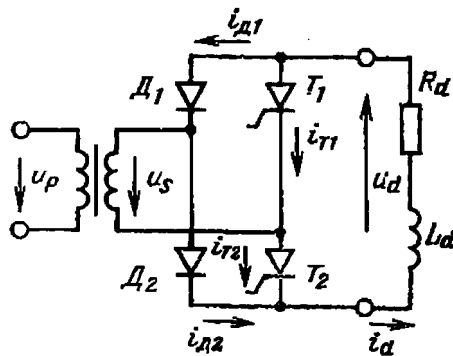

Рис. 6. Полупроводниковый выпрямитель со схемой 1Ф2Н2П
6. В полупроводниковой мостовой схеме, показанной на рис. 6, $\alpha = 60^\circ$, $U_s = 100$ В, $R_d = 1$ Ом, $L_d \approx \infty$. Трансформатор и вентили идеальные. Постройте кривые токов диодов и тиристоров. Определите средние и действующие значения этих токов.